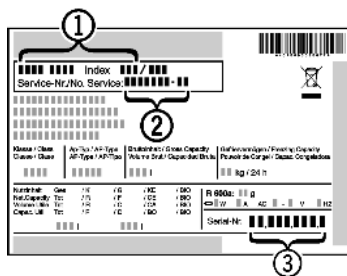

Fig. 11
- ▶ Označení přístroje *Fig. 11 (1)*, servisní číslo *Fig. 11 (2)* a sériové číslo *Fig. 11 (3)* naleznete na typovém štítku. Identifikační typový štítek je umístěn na levé vnitřní stěně přístroje.
- ▶ Informujte zákaznický servis a sdělte poruchu, označení přístroje *Fig. 11 (1)*, servisní číslo *Fig. 11 (2)* a sériové číslo *Fig. 11 (3)*.